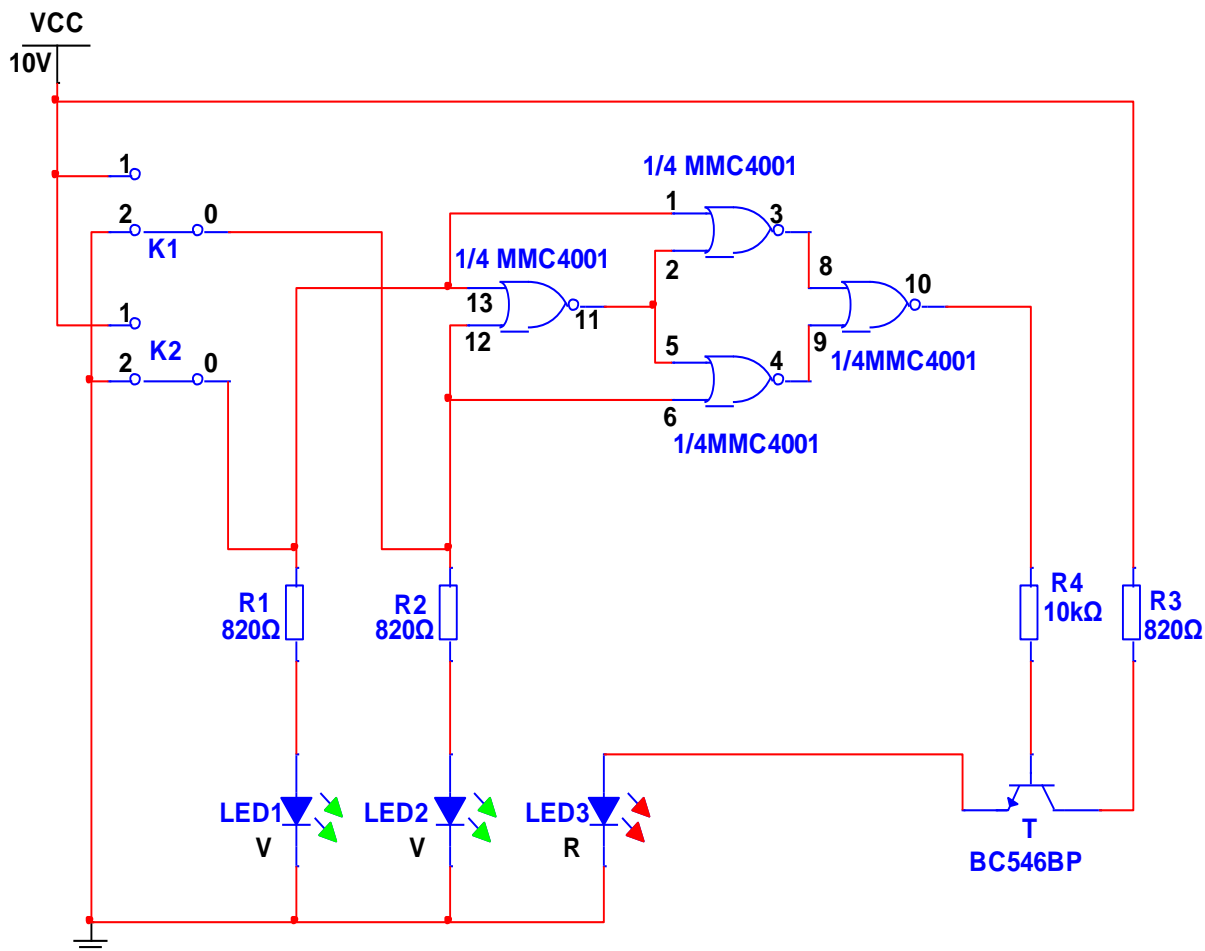

Figura 3. Montaj cu 4 porți logice SAU-NU (NOR).
2. Montajul din **figura 3** implementează funcția **SAU-EXCLUSIV NEGAT** (LED 3 luminează când ambele comutatoare K1 și K2 sunt pe aceeași poziție "0" logic sau "1" logic).